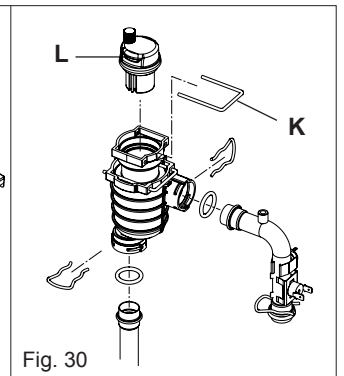

Fig. 30
6.7.1 TOP AUTOMATIC AIR RELEASE VALVE (fig. 30)